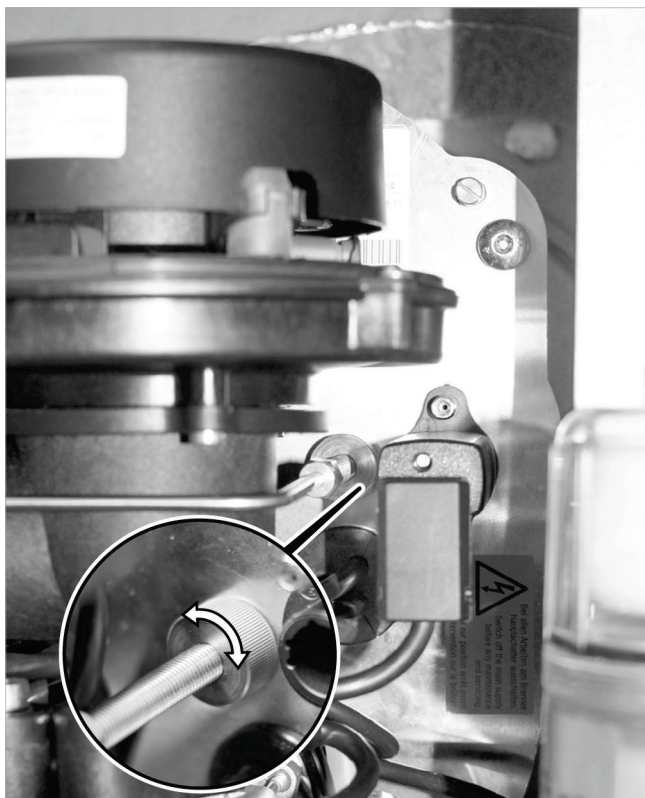

Fig. 120: Tuerca moleteada (conexión tubería de gasóleo/portatoberas)
5. Gire la tuerca moleteada del portatoberas (véase → fig. 120, pág.63) dando aprox. 2 vueltas en sentido no horario (el portatoberas se moverá "hacia atrás").
1. En la conexión de la tubería de gasóleo al portatoberas se encuentra una tuerca moleteada delante de la placa base del quemador (→ *fig. 120*). Con ella es posible desplazar todo el dispositivo de mezcla hacia delante o hacia atrás. La tuerca moleteada se puede desplazar hasta un punto determinado (tope del dispositivo de medición en el tubo de llamas). Ajuste la tuerca moleteada de modo que el dispositivo de mezcla esté en contacto con el tope.